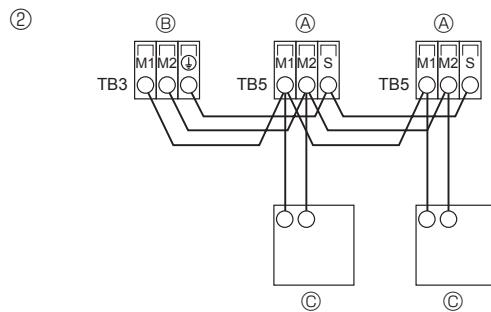

Fig. 6-4
- ② Mando a distancia M-NET (Fig. 6-4)